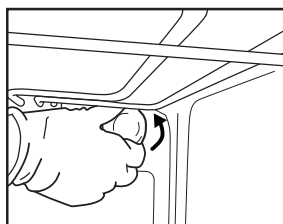

Fig.6
2. Skruva ur lampskyddet (Fig. 6), byt ut glödlampan (se notering för typ av lampa) och skruva tillbaka lampskyddet.